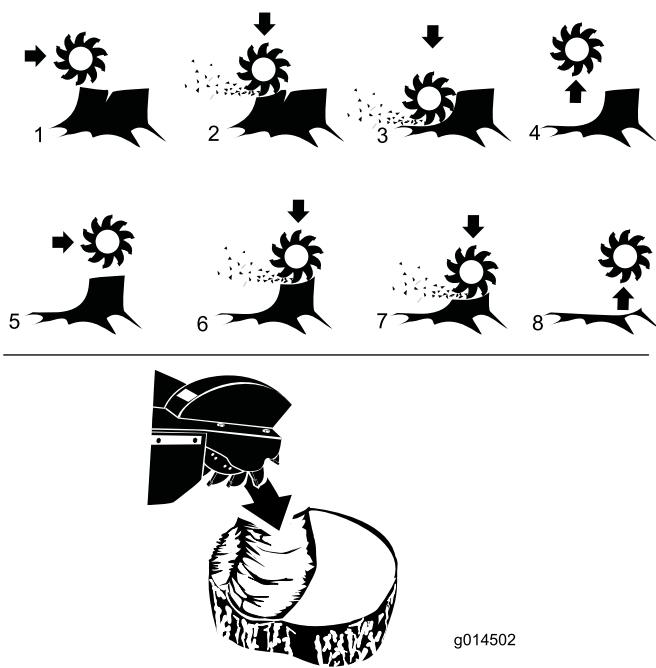

Figure 12
7. Écartez le disque de coupe de côté puis abaissez-le d'environ 1,25 à 2,55 cm (1/2 à 1") dans le coin supérieur avant de la souche. Déplacez le disque de coupe d'avant en arrière, en l'abaissant d'environ 1,25 à 2,55 cm (1/2 à 1") avant chaque déplacement, jusqu'à ce que la partie avant de la souche soit rabotée au niveau sol (Figure 12).